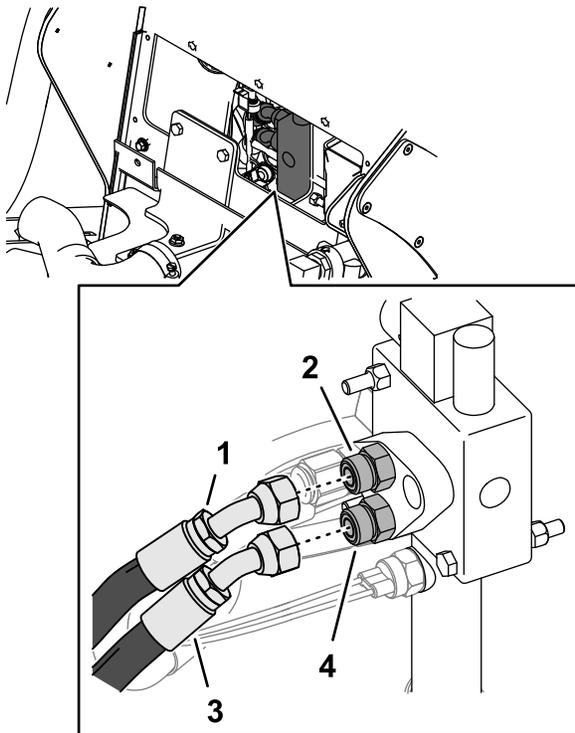

Figura 9
1. Contrassegnate il flessibile del caricatore superiore con la scritta "Foro B", e rimuovete il flessibile dal raccordo della valvola ausiliaria (Figura 9).